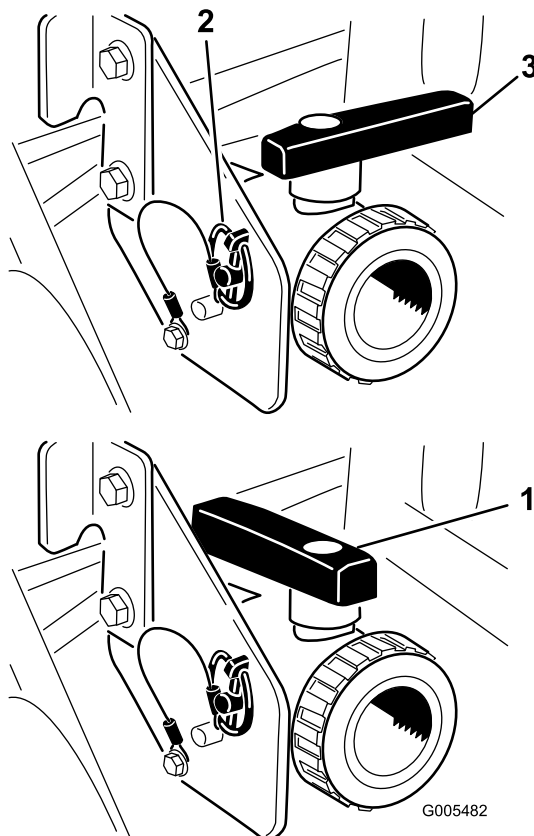

Figure 27
Ouvrez le robinet pour vidanger tout produit restant dans la cuve et éliminez le produit en conformité avec la réglementation locale et les instructions du fabricant du produit (Figure 27). Une fois la vidange terminée, enlevez du support la goupille à anneau qui fixe le robinet de vidange à la machine et laissez le robinet reposer sur le sol. Cela permet au liquide encore présent dans la canalisation d'être vidangé.
3. Lorsque la cuve est complètement vide, fixez le robinet au châssis avec la goupille à anneau enlevée précédemment et fermez le robinet de vidange (Figure 27).